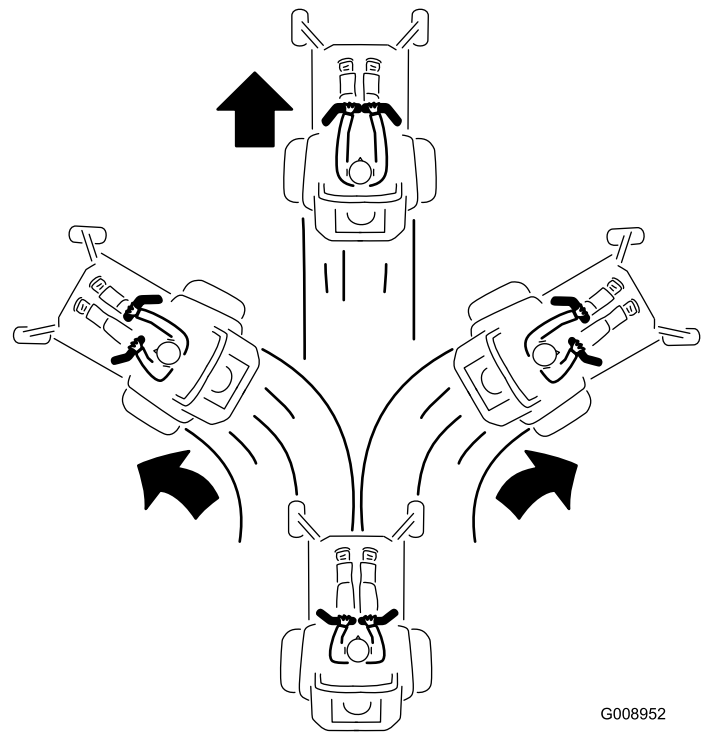

Bild 21
3. Schieben Sie für das Vorwärtsfahren die Fahrtriebshebel langsam vorwärts (Bild 21).